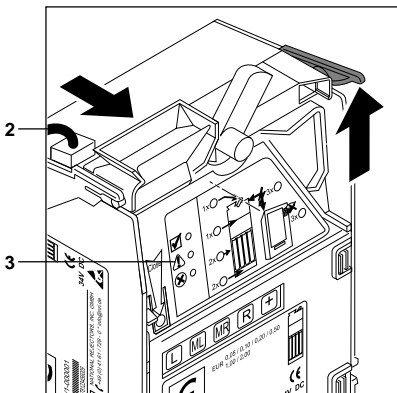

Abb. 4b: Münzprüfer herausklappen
3. Münzprüfer herausklappen (s. Abb. 4b).
6. Geldwechsler über das MDB-Anschlusskabel **2** an den Automaten anschließen (s. Abb. 4b).
Die drei LEDs **3** am Münzprüfer leuchten zum Testen ihrer Funktion einmal kurz auf. Danach leuchtet die grüne LED. Der Geldwechsler ist betriebsbereit (s. Abb. 4b).